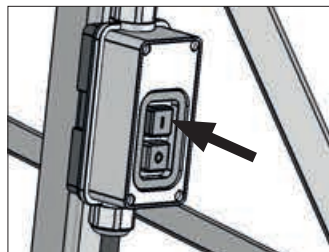

Fig. 08
Para desligar, pressione o botão vermelho (O), [Fig. 08].